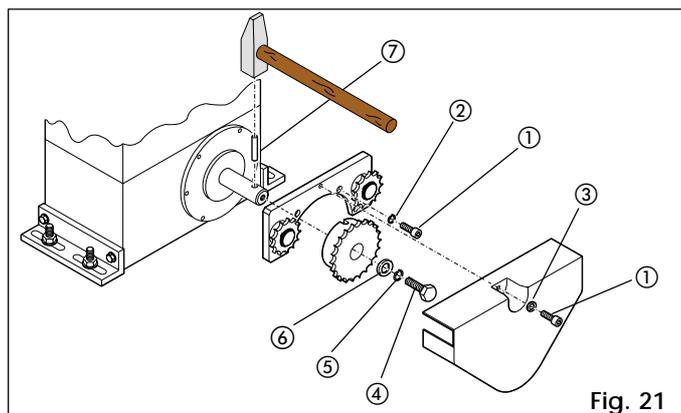
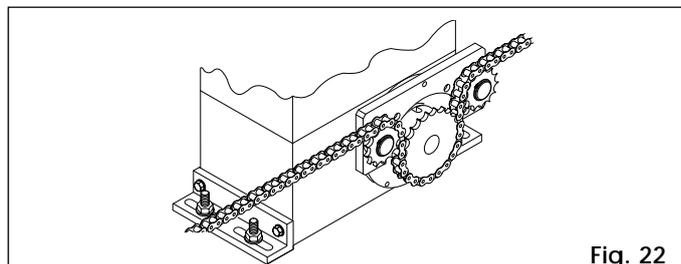

Fig. 21
Fig. 22
4.5.2. MOD. 844MC RF (Fig. 21 et 22)
- Engager la goupille élastique ⑦ dans l'arbre à l'aide d'un marteau.
- Engager le pignon sur l'arbre en faisant coïncider la goupille dans le logement du pignon et serrer la vis ④ munie de ses rondelles ⑤ et ⑥.
- Fixer sur le flasque du motoréducteur le support des renvois fous en déposant les 4 vis supérieures et en les remplaçant par les vis CHC 5x12 a et les rondelles ② du kit comme indiqué Fig. 21.
- Passer la chaîne comme indiqué Fig. 22 et monter le carter en le fixant au moyen des vis ① et ses rondelles ③ comme indiqué Fig. 21.